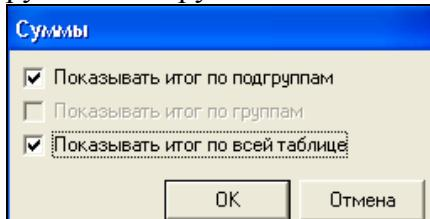

Рис. 10
*Суммы...* – Окно представлено на Рис. 10. Расставляя в этом окне флаги «Показывать итог по подгруппам», «Показывать итог по группам» и «Показывать итог по всей